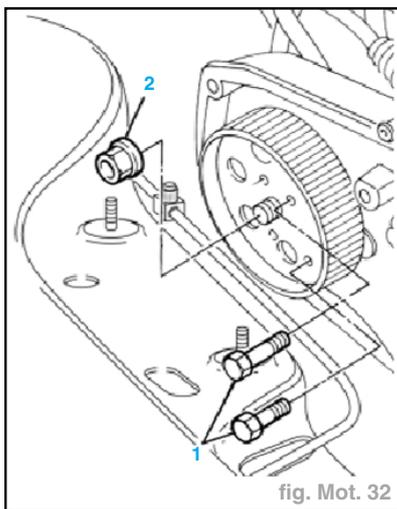

fig. Mot. 32
- Visser les deux vis (1) dans les logements prévus à cet effet pour bloquer la poulie d'entraînement de la pompe de pression (fig. Mot. 32).